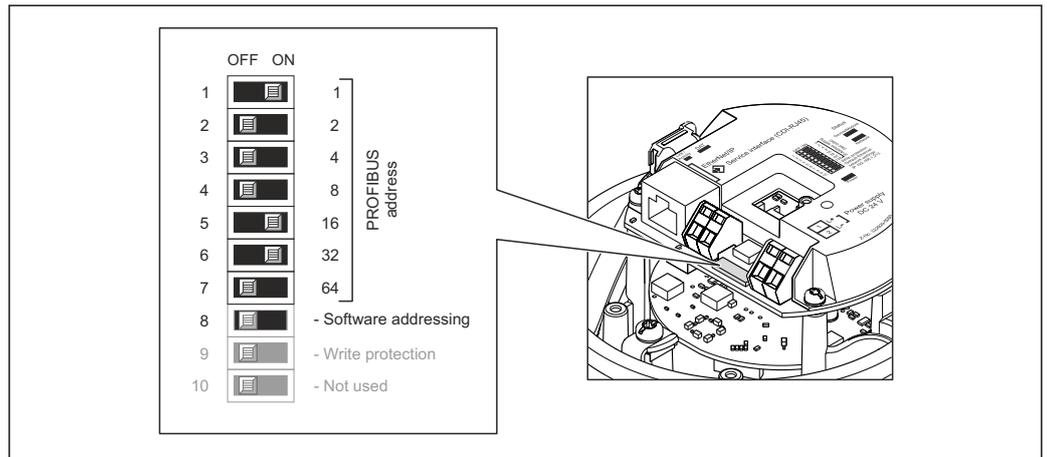

Fig. 11 Abordagem usando minisseletoras no módulo dos componentes eletrônicos E/S
- ↳ Exemplo → Fig. 11, Fig. 33:  $1 + 16 + 32 =$  endereço do equipamento 49